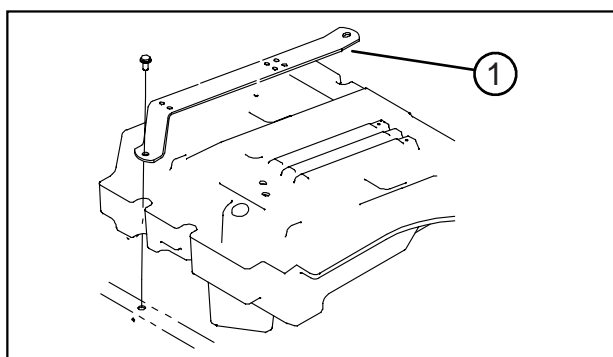

図 4
運転席を取り付ける（図4～7）
1. 機体にシート・ストラップを固定しているキャップスクリュを外す（図4）